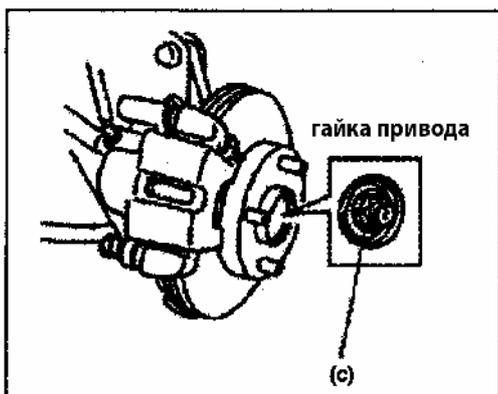

Рис. 526
7) Нажмите на педаль тормоза и удерживайте ее в нажатом положении. Затяните новую гайку приводного вала требуемым моментом (Рис. 526)..